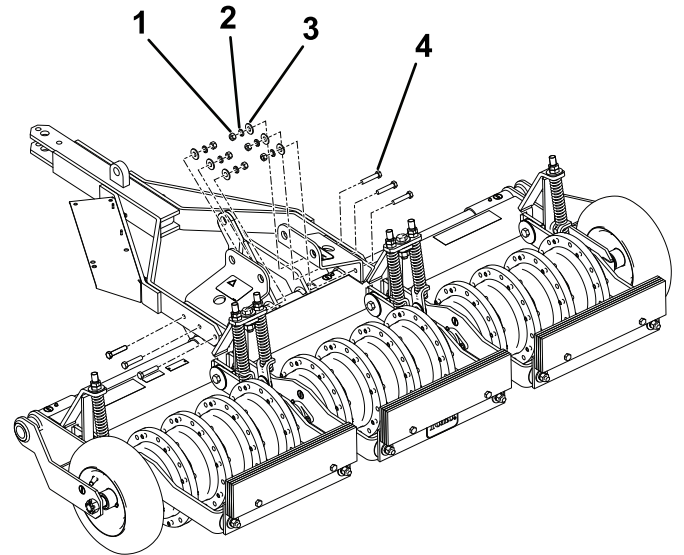

図 7
4. トンガアセンブリとブラケットを金具で 図7 のように固定し、ナットを 54-74N·m 9.3-11.4kg·m = 67-83ft·lb にトルク締めする。